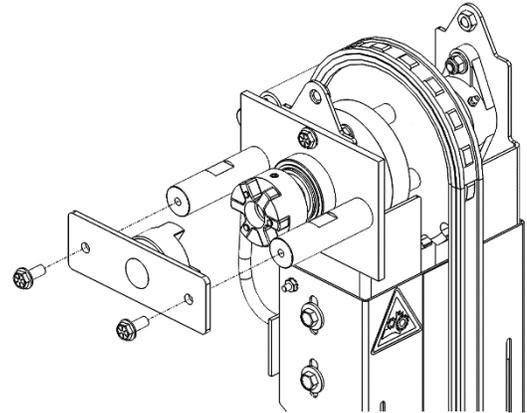

Abbildung E-18, Kettenhub-Spannungswerkzeug
7. Entfernen Sie die Schrauben (2) von der Montageplatte des Getriebemotors und entfernen Sie den Kettenhub-Getriebemotor.
8. Kettenhub-Serviceschloss installieren (051-200-532). Siehe Abbildung E-18.
14. Entfernen Sie die Schrauben (2), die den Querschieber an der Oberseite des Kettenhubs befestigen. Kettenhub nach Bedarf stützen.
15. Am Kettenhub anheben, um ihn von den Fundamentpfosten (2) zu schieben.